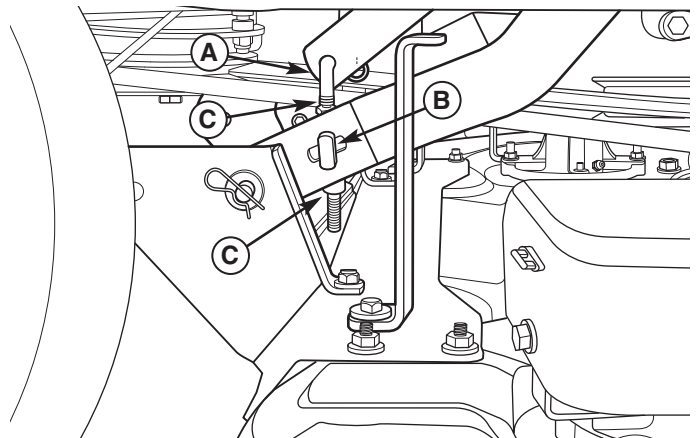

Figura 37. Nivelado de un Lado a Otro
6. El nivelado de un lado a otro se logra usando las varillas roscadas (A, Figura 37) y el muñón (B) en la parte posterior derecha e izquierda de la cubierta de la segadora. Afloje las contratuerzas (C) y ajústelas hacia arriba o hacia abajo para ajustar el nivel de la segadora. Cuando termine, apriete las contratuerzas unas con otras para sujetar el ajuste en su lugar.